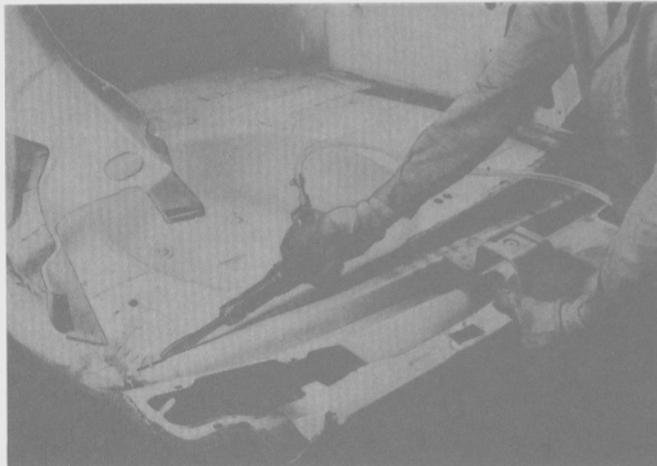

Fig. 272
- Cortar el panel trasero en su unión con los guardabarros, el panel del piso, el gotero y los larguero (Fig. 272 y 273).